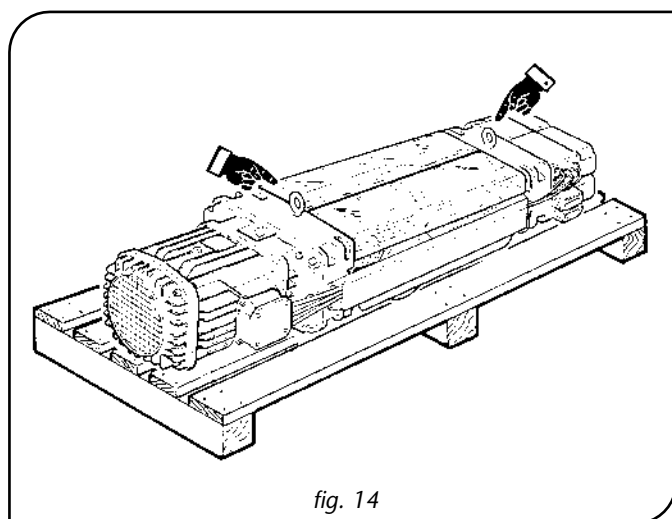

fig. 14
1. Le palan DRH est toujours muni d'anneaux de levage sur la partie supérieure des brides de montage, permettant la manipulation à l'aide d'un accessoire de levage (chaîne à 2 brins ou élingue à câble) équipé d'un crochet approprié (figure 14).
Si le palan doit être ôté de la palette, utiliser les anneaux de levage et l'appareil de levage comme expliqué au point (A -1) (figure 14).
Pour le prélèvement du palan de la caisse ou de la cage, utiliser uniquement un appareil de levage/un accessoire de levage/les anneaux de levage comme expliqué au point (A-1) - (figure 14).